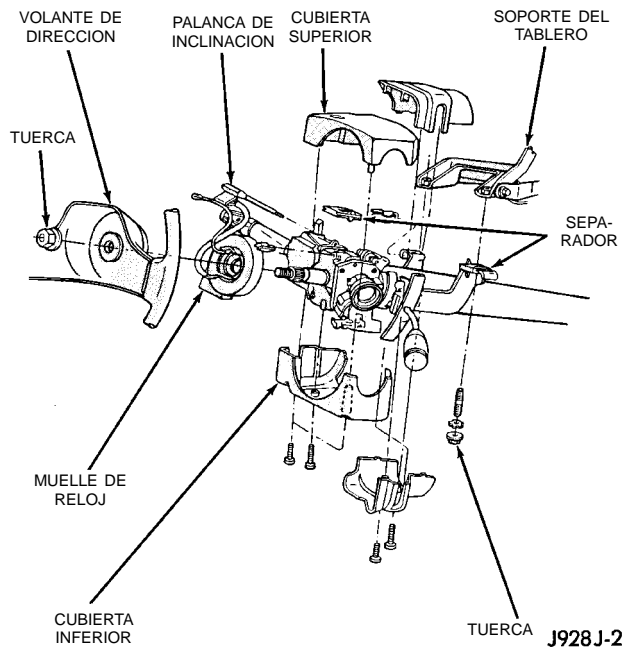
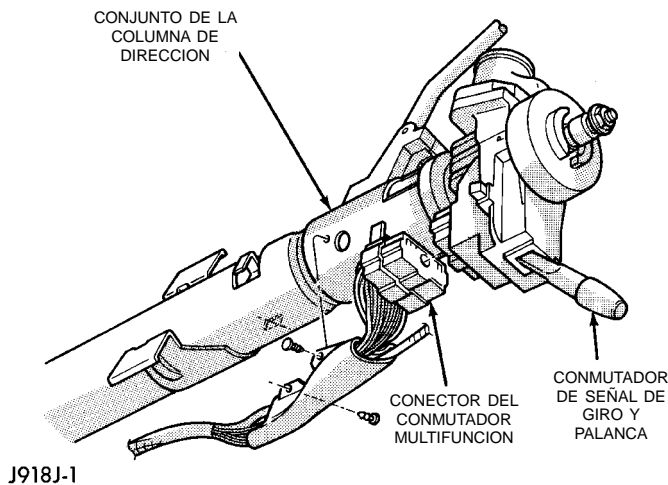

Fig. 5 Desmontaje e instalación de las cubiertas de la columna de dirección - características
Fig. 6 Conector del conmutador multifunción - característico
- (8) Retire la rodillera y la cubierta de la columna de dirección del vehículo.
- (9) Retire las cubiertas superior e inferior de la columna de dirección (Fig. 5).
- (10) Retire la cubierta inferior fija de la columna.
- (11) Afloje las tuercas del soporte superior de la columna de dirección. No retire las tuercas.
- (12) Mueva la cubierta superior fija de la columna para tener acceso a la parte posterior del conmutador multifunción (Fig. 6).